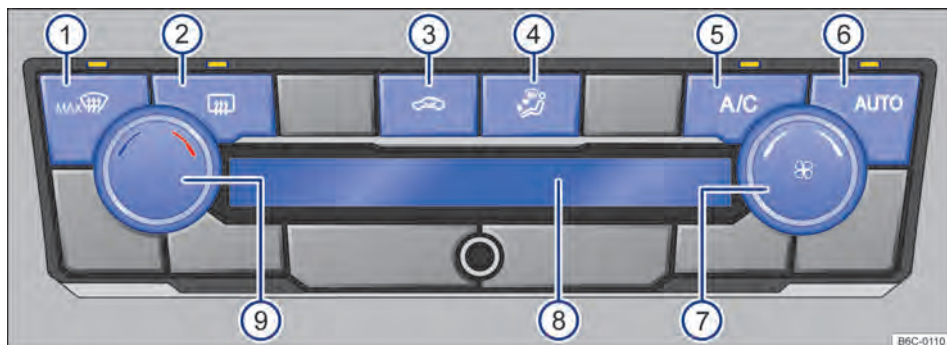

Fig. 85 Comandos do Climatronic.
- *Climatronic*: girar o regulador do ventilador para a esquerda até o batente → Fig. 85 ❷.
Com o botão **AUTO** → Fig. 85 ❸ é possível ligar o modo automático do Climatronic.
mático se desliga quando a ventilação é alterada manualmente ou com a alteração da distribuição de ar através do botão → Fig. 85 ❹ pressionar.
- *Climatronic*: girar o regulador rotativo esquerdo → Fig. 85 ❷.
No display do Climatronic → Fig. 85 ❸ é indicada a temperatura ajustada.
- *Climatronic*: girar o regulador do ventilador → Fig. 85 (7).
- *Climatronic*: pressionar o botão → Fig. 85 (4) para posição desejada, a distribuição selecionada será indicada no display (8).
- *Climatronic*: pressionar o botão  → Fig. 85 (1).